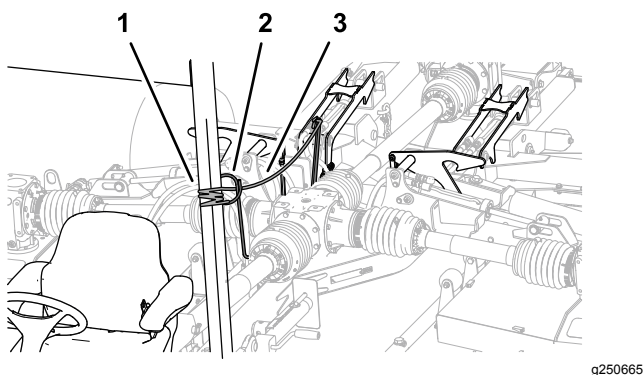

Figura 34
1. Disponete la fune di bloccaggio del piatto di taglio dalla guida del flessibile verso il sedile dell'operatore (Figura 34).
- Legate la fune a un componente dello chassis fisso del veicolo di traino, come il tubo del ROPS (Figura 34).